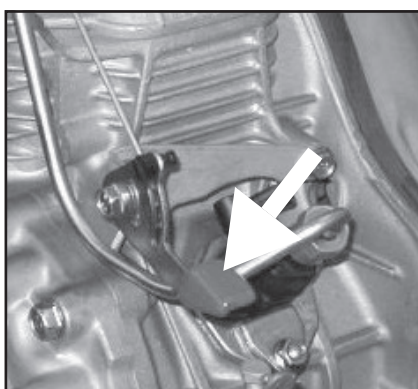

Fig.5 (P3500 - P4500)
- 2) Sänk spaken på ventilhöjningsanordningen som sitter på motorn, som visas i fig. 5 och 6.